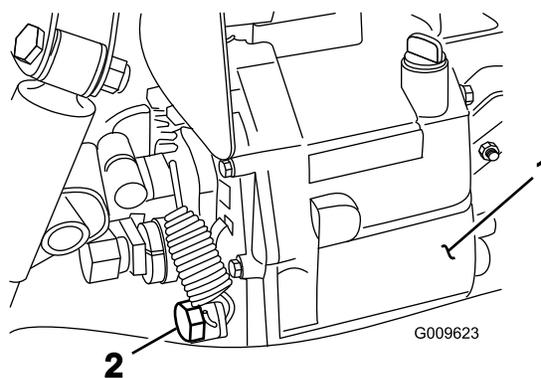

Figura 65
2. Retire el tapón de vaciado del lado del depósito y deje que se drene el fluido hidráulico en el recipiente (Figura 65).